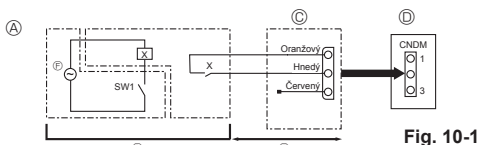

Fig. 10-1
- ⑤ Príklad schémy zapojenia (fungovanie na požiadanie)
- ⑥ Zostava na mieste inštalácie
- ⑦ Externý vstupný adaptér (PAC-SC36NA-E)
- ⑧ Radiacia doska exteriérovej jednotky
- ⑨ Max. 10 m
- ⑩ Napájanie pre relé
10.1. Režim s nízkym hlukom (úprava na mieste inštalácie) (Fig. 10-1)